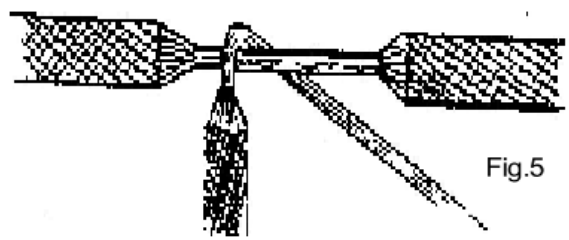

Fig.5
b) Enrole à mão o condutor derivado sobre o principal (Fig.5) mantendo as espiras uma ao lado da outra, e no mínimo de 6 espiras. (Fig.6).